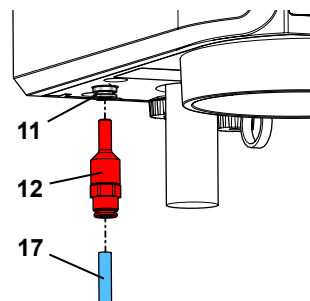

Rys. 15-a
**Filtr wejściowy umieszczony przed miejscem podłączenia (Rys. 15-b).**
- ⇒ Pierścień znajdujący się przy filtrze wejściowym (12) wcisnąć do góry i wyjąć przewód sprężonego powietrza (17).
- ⇒ Pierścień przy podłączeniu sprężonego powietrza (11) wcisnąć do góry i wyjąć filtr wejściowy (12).